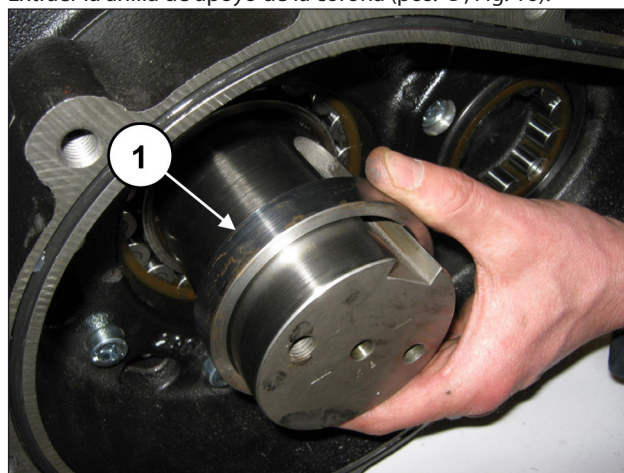

Fig. 16
Extraer la anilla de apoyo de la corona (pos. ①, Fig. 16).